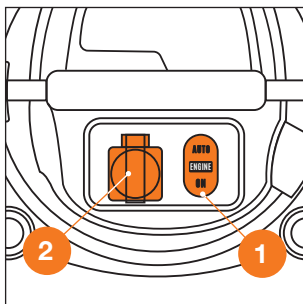

Рис. 14
2. Переведите переключатель **1** в положение «**ON**», пылесос включится (Рис. 14).
3. Для выключения пылесоса переведите переключатель в положение «**ENGINE**» (Рис. 14).